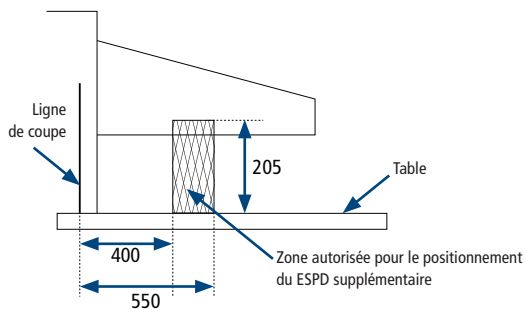

Figure 2
- un ESPD supplémentaire doit être mis en place à une distance comprise entre 400 mm et 550 mm à la ligne de coupe et à une hauteur entre 0 et 205 mm au-dessus de la surface de la table (voir la figure 2), **ET**
- un ESPD supplémentaire doit être mis en place à une distance comprise entre 400 mm et 550 mm à la ligne de coupe et à une hauteur entre 0 et 205 mm au-dessus de la surface de la table (voir la figure 2).